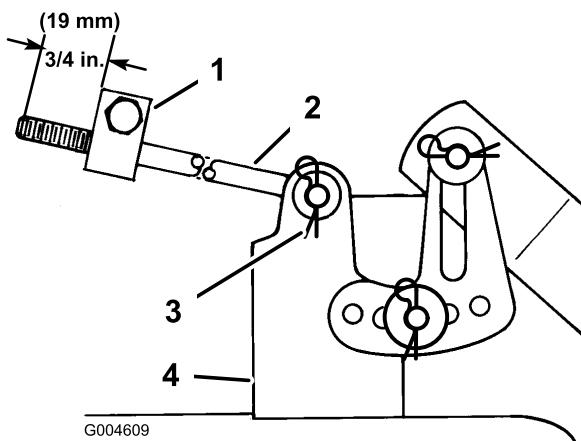

Figura 44
11. Mida la longitud de la varilla que se extiende por delante del bloque de ajuste en cada lado del chasis (Figura 44). Si la longitud de la varilla no es de 19 mm, retire el pasador de horquilla y la arandela del extremo de la varilla (Figura 44), y gire la varilla hasta obtener la dimensión de 19 mm.